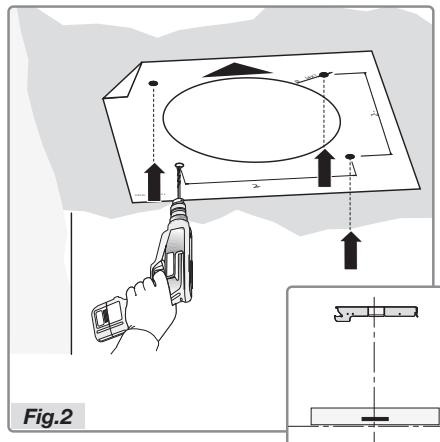

Fig.2
- Prenez la matrice/le modèle et placez-la-le contre le plafond, la flèche située du même côté que le panneau de commande de la hotte (Fig.2).